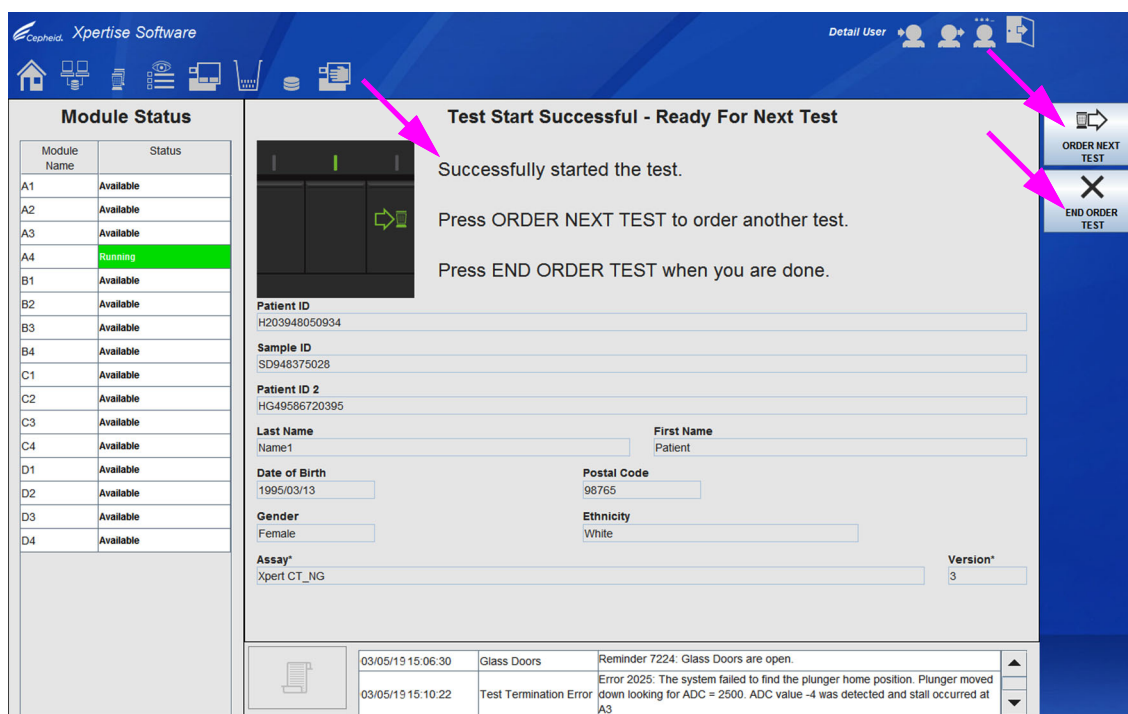

図 5-113. テスト開始の成功 – 次のテストへの準備完了ワークスペース
カートリッジが正常に装填され、テストが開始されると、テスト開始成功 - 次のテスト準備完了 (Test Start Successful - Ready For Next Test) ワークスペースが表示されます。図 5-113 を参照。
14. テスト開始成功 - 次のテスト準備完了 (Test Start Successful - Ready For Next Test) ワークスペース (図 5-113 を参照) では、Infinity システムから、現在のテストの実行中に別のテストをオーダーするか、テスト開始成功 - 次のテスト準備完了 (Test Start Successful - Ready For Next Test) ワークスペースを終了するように指示があります。ワークスペースで提供される手順は次のとおりです：